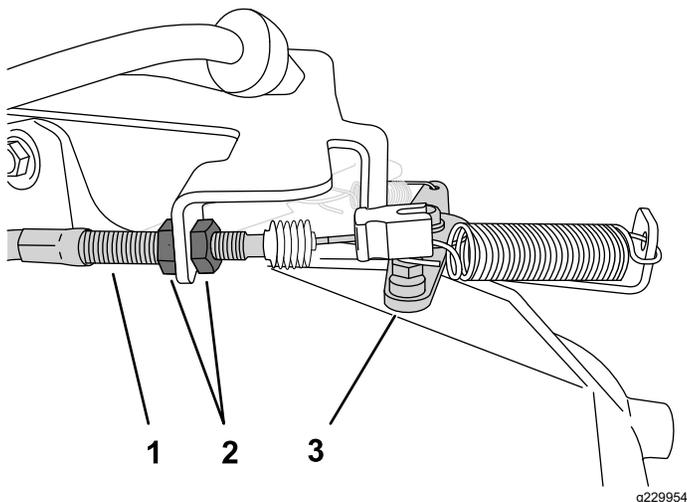

図 44
2. ローアイドルを高くするには、スロットルケーブルハウジングのところで前側のジャムナットをゆるめて後ジャムナットを締める 図 44。